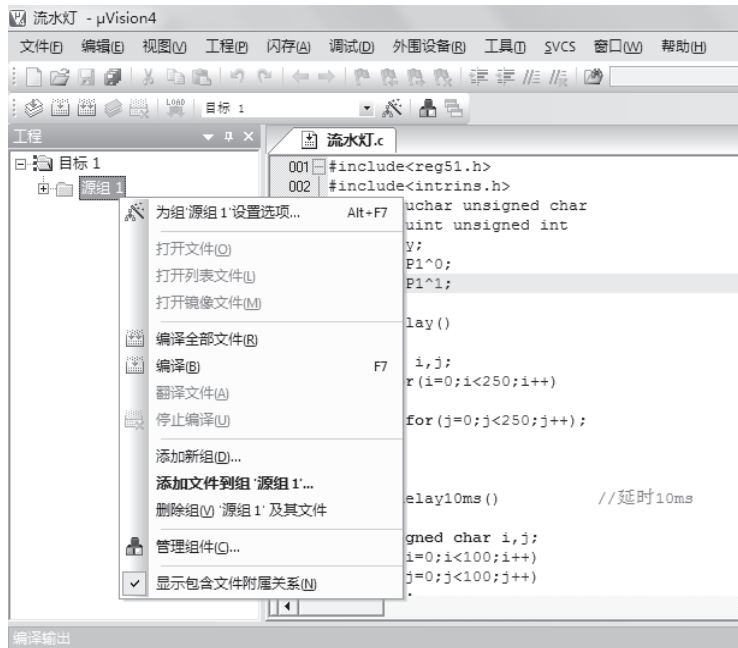

图 1.17 添加文件
(1) 在工程窗口（见图 1.8）中，右键单击“源组 1”（Source Group 1），选择“添加文件到组‘源组 1’”（Add File to ‘Source Group 1’）选项，如图 1.17 所示。